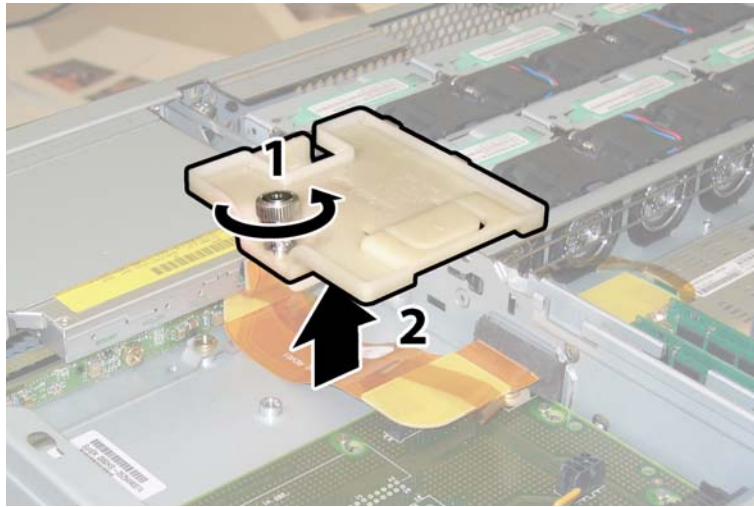

ABBILDUNG 3-34 Entfernen des Flex-Kabelhalters
8. Lösen Sie die federgespannte Befestigungsschraube des Flex-Kabelhalters, und entfernen Sie den Kabelhalter aus dem Gehäuse. Siehe ABBILDUNG 3-34.